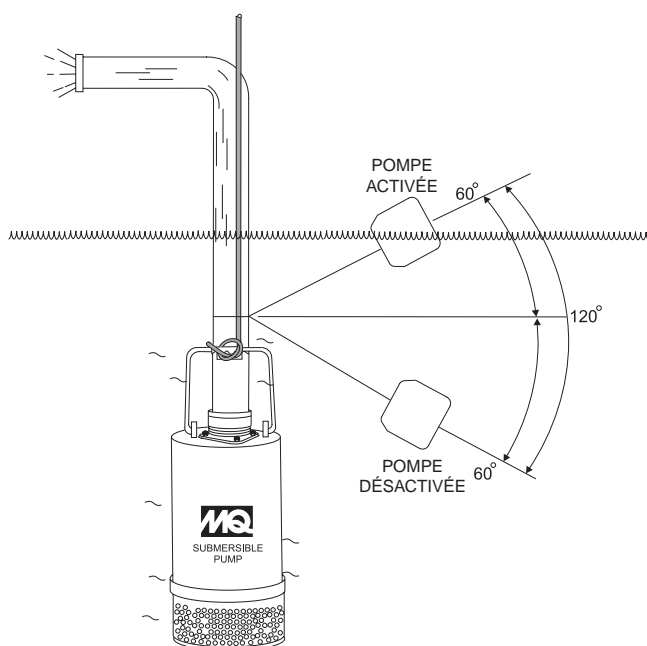
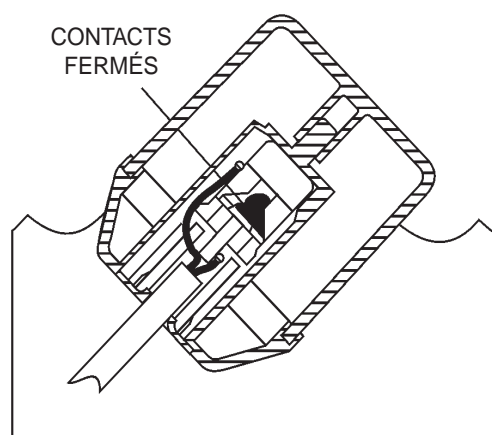
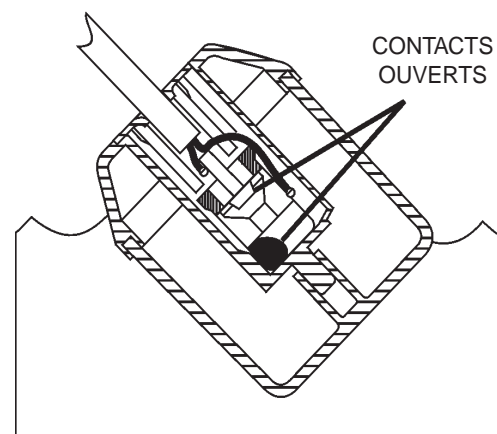

Figure 3. Gamme de pompage (contacteur à flotteur)
Figure 4. Contacteur à flotteur (Fermé)
Figure 5. Contacteur à flotteur (Ouvert)
Il y a un interrupteur à mercure sensible à l'oscillation hermétiquement étanche à l'intérieur de chaque flotteur. Lorsque le niveau du liquide (eau) monte ou descend, le flotteur change son angle jusqu'à ce que l'interrupteur au mercure ferme (Figure 4) ou ouvre (Figure 5) le circuit. La gamme de pompage maximum est de 120 degrés. Voir Figure 3 ci-dessous.
3. Fixer le collier sur le tuyau de décharge comme l'indique la Figure 5. **NE PAS** installer le cordon sous le collier de serrage du tuyau.
3. Déterminer la longueur des fils du contacteur à flotteur puis fixer les fils du contacteur à flotteur au tuyau de décharge de la pompe. Voir les Figures 3 et 6 ainsi que le Tableau 3 pour déterminer la gamme de pompage.